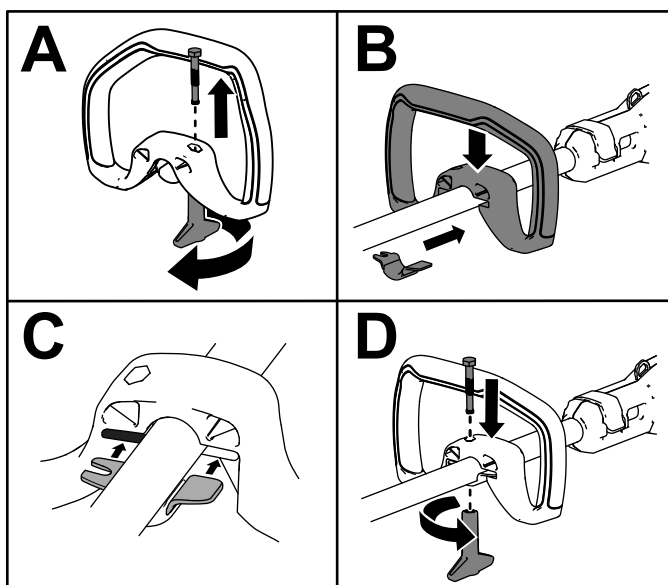

Figura 4
1. Separate l'impugnatura ausiliaria dalla staffa dell'impugnatura svitando la manopola di bloccaggio dell'impugnatura e rimuovendo il bullone (A di Figura 4).
2. Allineate la staffa dell'impugnatura con l'impugnatura ausiliaria (B di Figura 4).
3. Fate scorrere la staffa dell'impugnatura nella fessura sull'impugnatura ausiliaria (C di Figura 4).
4. Fissate la staffa dell'impugnatura inferiore all'impugnatura ausiliaria con la manopola di bloccaggio dell'impugnatura e il dado rimosso in precedenza (D di Figura 4).